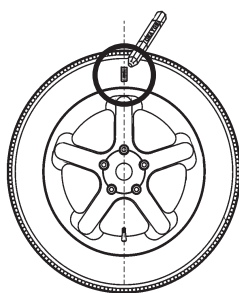

Figure 36
- Après la lancée de mesure, orienter la roue suivant l'indicateur de direction et tracer un repère à la craie exactement perpendiculairement à et au-dessus de l'arbre principal du côté droit du pneu (Fig. 36).